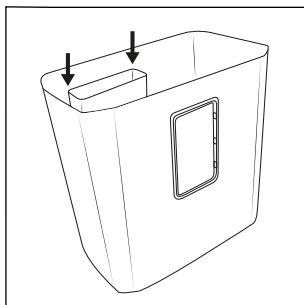

Fig. 1
- ◆ Monte el contenedor pequeño **10** en el contenedor grande **12**. Para ello, empuje el contenedor pequeño **10** hacia abajo a lo largo de los carriles del contenedor grande **12** hasta que quede totalmente encastrado (consulte la fig. 1).